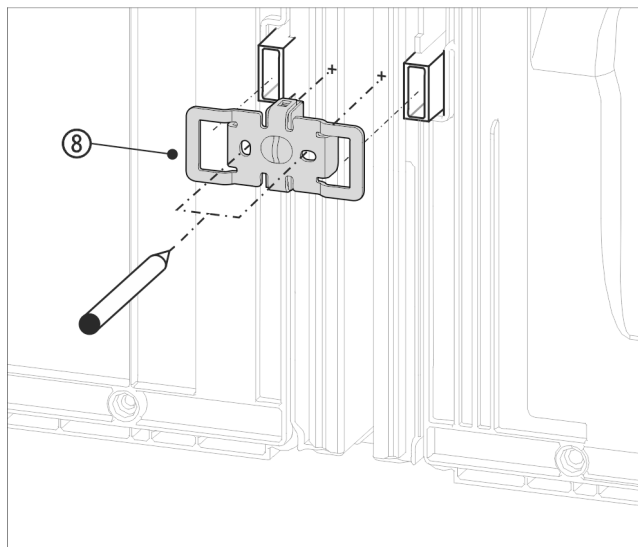

Fig. 16 Príklad zobrazenia
- Uholník Fig. 16 (8) s vybranými posuňte nad uchytenie pre dištančné držiaky na stenu.